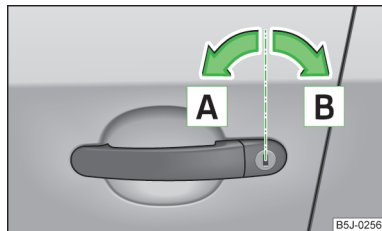

Fig. 31
- Gire la llave en el bombín de cierre de la puerta del conductor en dirección de marcha (posición de desbloqueo) **A** » fig. 31.
- Gire la llave en el bombín de cierre de la puerta del conductor en dirección contraria a la marcha (posición de bloqueo) **B** » fig. 31 de la página 50.